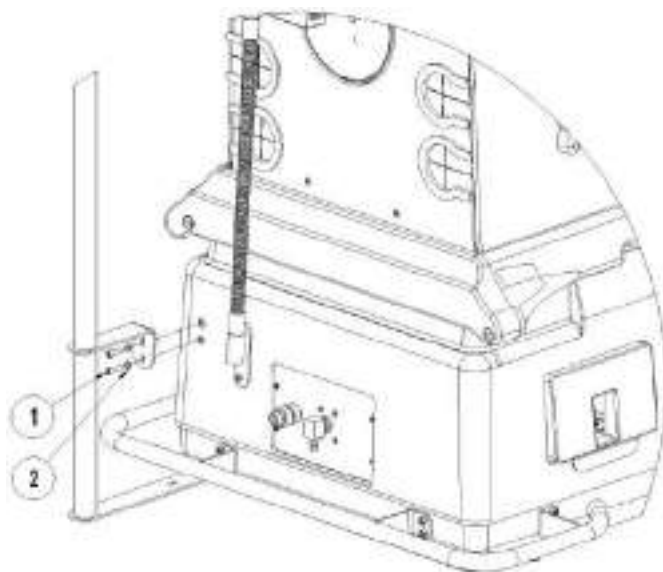

Figura 93 – Instalação do suporte de monitor – parte lateral (incubadora com corpo em plástico)
1. Coloque a coluna do suporte de soro na posição correta, alinhando todos os furos conforme figura 93/94 ou 95.
2. Utilizando uma chave Allen de 5mm, coloque o parafuso sextavado interno (Allen) (1) com a arruela (2) no orifício e aperte.